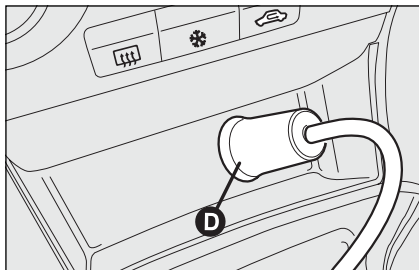
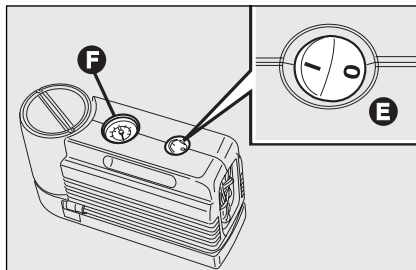

fig. 14
fig. 15
□ controleer of de schakelaar **E-fig. 15** van de compressor in stand **0** (uitgeschakeld) staat, start de motor, steek de stekker **D-fig. 14** in de contactdoos voor de aansteker en schakel de compressor in door schakelaar **E-fig. 15** in stand **I** (ingeschakeld) te zetten. Pomp de band op tot de juiste bandenspanning is bereikt (zie de paragraaf "Bandenspanning" in het hoofdstuk "Technische gegevens"). Controleer de bandenspanning op de manometer **F-fig. 15**. Voor een nauwkeurige aflezing moet de compressor worden uitgeschakeld;